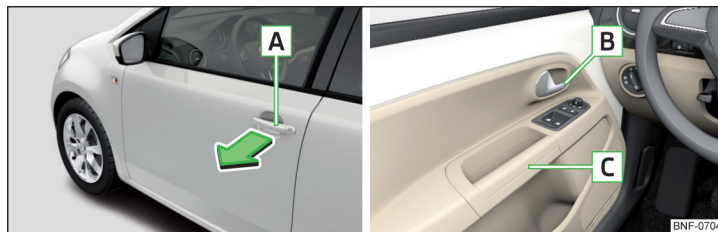

Fig. 30 Tirador/palanca de apertura de la puerta
- Tirar en la manivela **A** en el sentido de la flecha » fig. 30.